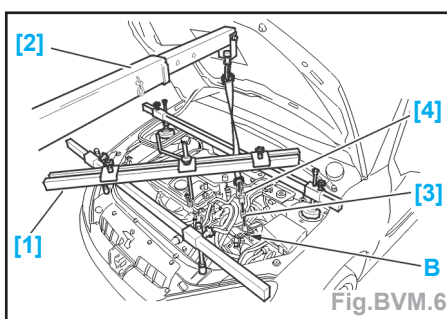

Fig.BVM.6
- Mettre en place les outils [1], [2], [3], [4] (Fig.BVM.6).